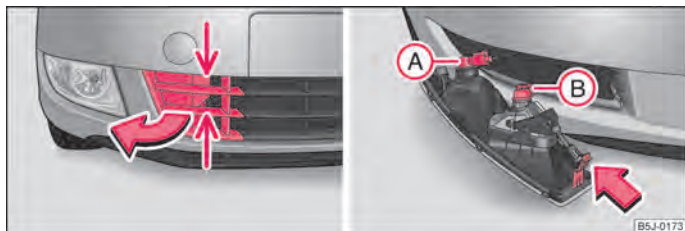

Abb. 161 Vorderer Stoßfänger: Schutzgitter / Ausbau des Nebelscheinwerfers
- Greifen Sie das Gitter an den mit Pfeilen gekennzeichneten Stellen ⇒ **Abb. 161** - links an und nehmen Sie es heraus.
- Führen Sie die Hand in die Öffnung, in der sich das Gitter befand und drücken Sie die Federfalle ⇒ **Abb. 161** - rechts.